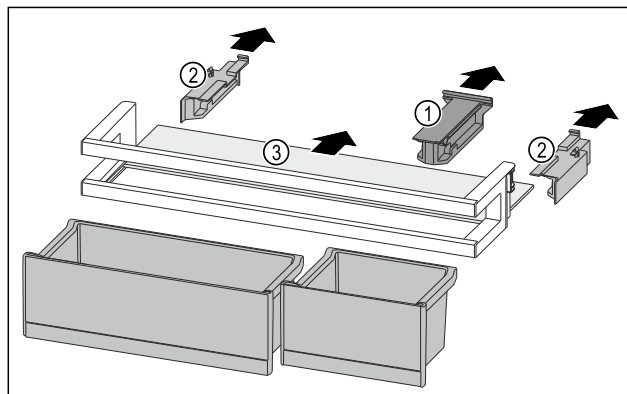

Fig. 91
- ▶ Haltebolzen Fig. 91 (1) abziehen.
- ▶ Seitenteile Fig. 91 (2) abziehen.
- ▶ Abstellfläche Fig. 91 (3) entnehmen.